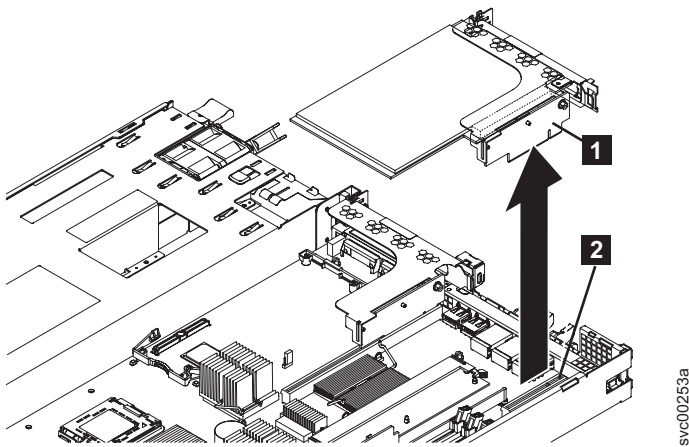

図 169. SAN ボリューム・コントローラー 2145-CG8 または 2145-CF8 用のファイバー・チャンネル・ライザー・カード・アセンブリの取り外し
10. アダプター・アセンブリの後部レールの留めねじを取り外した後、図 169 に示すように、ライザー・カード・アセンブリの片側をつかんで引き上げ、スロット 1 ライザー・カード・コネクタから外します。ライザー・カードがコネクタから離れたら、カード・アセンブリを慎重にひねって、アセンブリをノードから分離します。